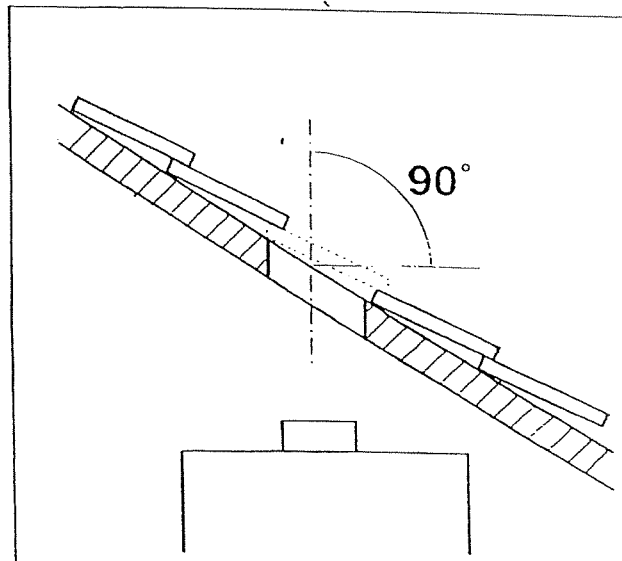

Fig. 11 Passaggio dal tetto - con tetto a spiovente
- ◆ Identificare il punto in cui la caldaia deve essere montata. Accertarsi che il tronchetto di scarico della caldaia sia verticale e rimanga al centro di una delle tegole (Fig. 11) e che la L_{max} non superi i 4000 mm.